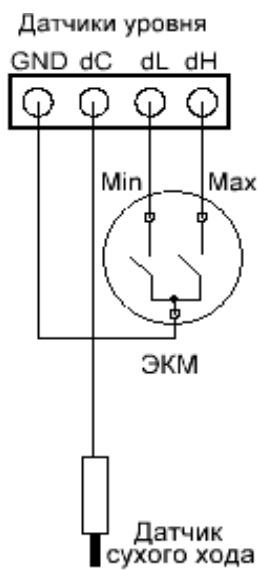

Рис.10
- электроконтактный манометр (ЭКМ) исполнения IV (схема на рис.10);
- ЭКМ с контактной группой исполнения V (рис.10);
- электроконтактный манометр типа IV, вход dC – перелив (рис.10).
Можно использовать также ЭКМ типа V (рис.10), dC – датчик перелива.
Одновременно с аналоговым датчиком можно использовать и ЭКМ типа V (рис.10).